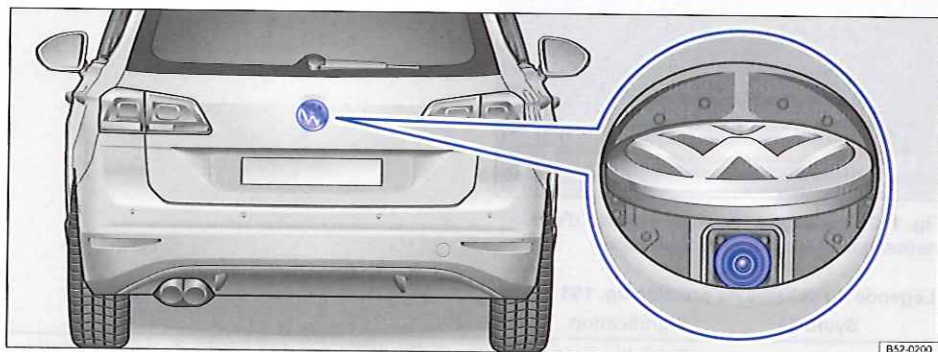

Fig. 162 Dans le hayon : emplacement de montage de la caméra de recul
Une caméra située dans le hayon ⇒ **fig. 162** vous assiste lorsque vous effectuez un stationnement en marche arrière ou des manœuvres. L'image de la caméra ainsi que les lignes d'aide à l'orientation sont projetées par le système à l'écran du système d'infodivertissement de première monte.
- ✓ L'image doit être fiable et claire (par ex. bonnes conditions de visibilité et lentille propre) ⇒ fig. 162.
La caméra de recul ⇒ fig. 162 (agrandissement) ne retransmet que des images bidimensionnelles. Les creux ainsi que les objets saillants au sol ou les
Assurez-vous que la lentille ⇒ **fig. 162** (agrandissement) est propre et exempte de neige et de givre :